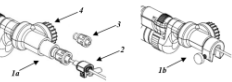

Figura 1
- Se utilizar uma broca aspiradora de canal de trabalho (*Figura 1*), foi adicionado um mecanismo de controlo da profundidade com luer (*Ia*) ou um acessório MINOP™ exclusivo (*Ib*) para o estabelecimento de interfaces com os endoscópios.